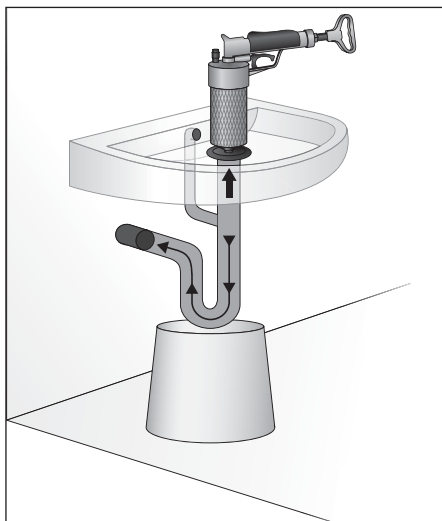

Fig. 6
5. Appliquez une légère pression en actionnant la pompe ③ pendant 3-4 fois.
6. Retirez le bouchon et insérez l'appareil sur le déversoir, conformément à la figure 6.